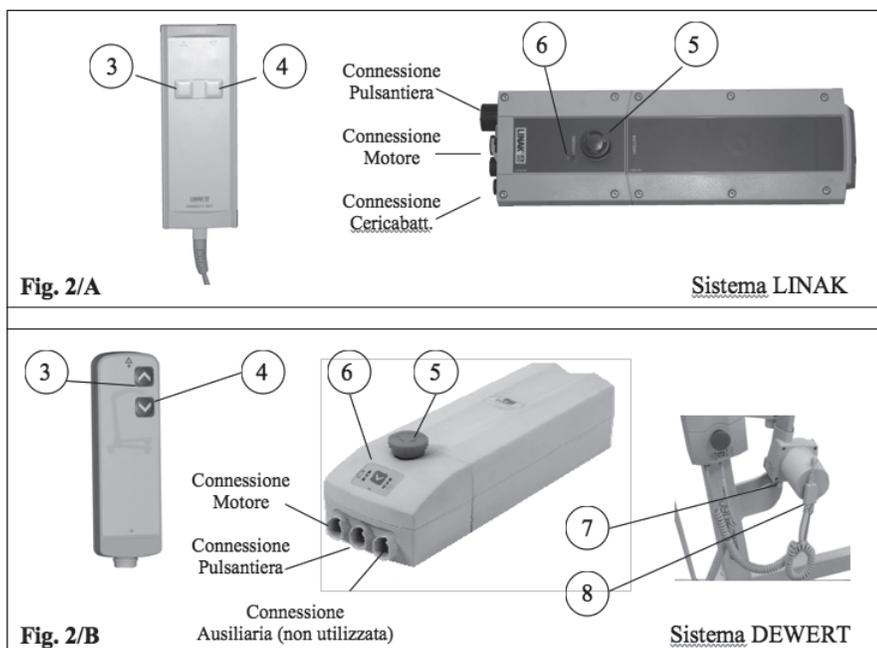

Fig. 2 Sollevamento ed abbassamento del GEMINI versione elettrica
**IMPORTANTE** Nella versione con motorizzazione DEWERT, è presente un dispositivo di inibizione (8) posto direttamente sul cavo del motore (Fig. 2/B). Tale dispositivo è costituito da una chiave metallica inserita in un piccolo box. In condizione di chiave inserita la macchina funziona regolarmente, in condizione di chiave disinserita la macchina rimane inibita. In questo caso si verificherà l'accensione dei led e lo scatto interno alla centralina al premere dei pulsanti di comando, ma il motore rimarrà inattivo. Questo dispositivo consente l'inibizione del sollevatore in caso di assenza di personale autorizzato nel caso in cui ce ne sia la necessità.